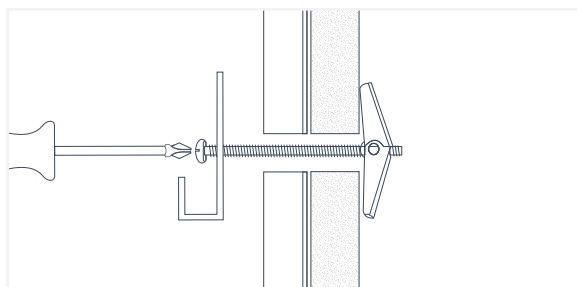

Fig. 53
3. Doble las alas hacia abajo e inserte el extremo del perno en el orificio. Empuje todo el conjunto en el orificio hasta que sienta que las alas salen detrás del panel Wall&CeilingBoard o del material de soporte (Fig. 53).